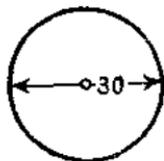

图 1
1. 把一块铁皮剪成直径为 30 毫米的圆片，在圆片的中心用铁钉钻一个小孔（小孔的大小应比竹丝的直径略小），如图 1 所示。